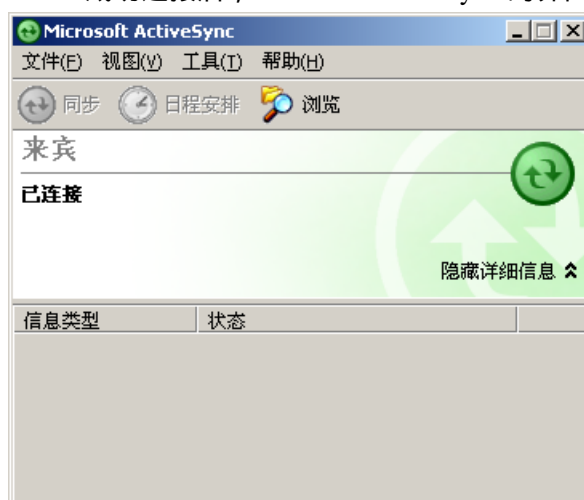

图 2.37 成功连接
10. 与 MagicARM2410 成功连接后, Microsoft ActiveSync 的界面如图 2.37 所示。